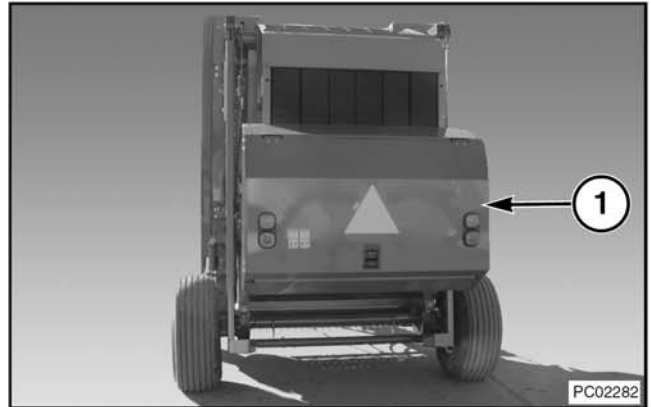

FIG. 19
Fig. 19: la máquina esta disponible con un sistema de envoltura por malla (1) que es opcional. Este sistema de envoltura esta montado en la parte trasera de la máquina y sostendría dos rollo de malla.